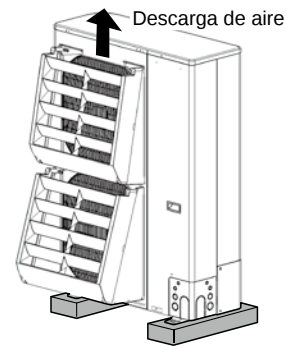

Fig. 2-9
- La salida de descarga de aire dé a una calzada y el aire caliente descargado moleste a los transeúntes. Consulte la Fig. 2-9.